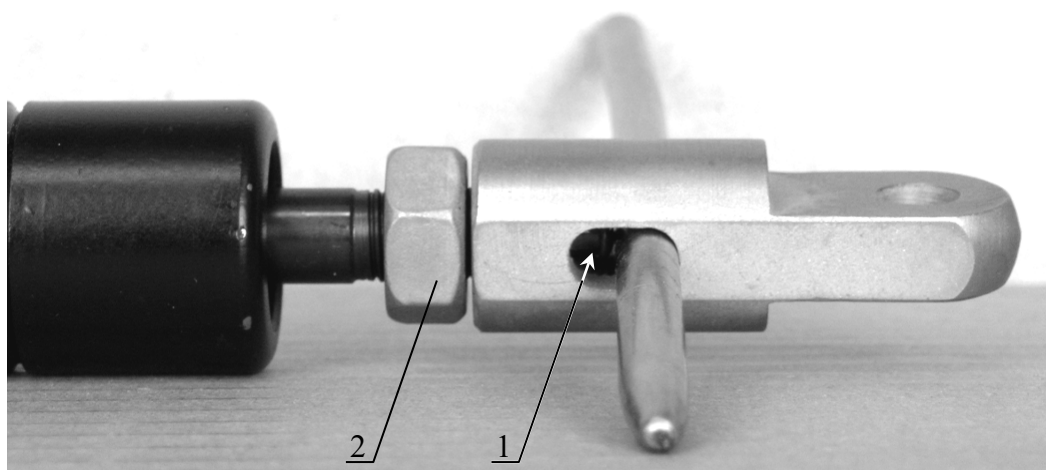

Рисунок 13 Регулировка газовых пружин.
12.4.2 Вставьте пруток $\varnothing 5$ в паз пружины (Рисунок 13) и вверните головку до соприкосновения с фиксатором пружины 1, затяните гайку 2.